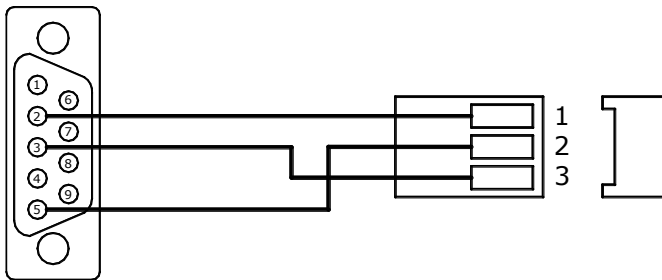
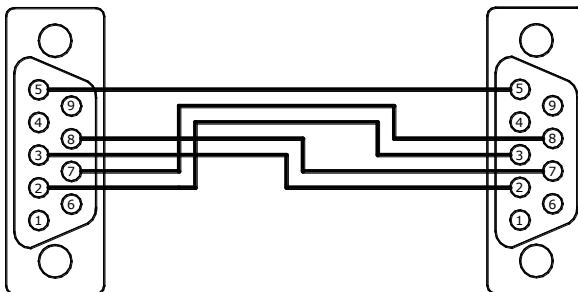

Рис. 7.7
Рис. 7.8
7.6.7 В случае, когда теплосчетчик поставляется с установленным переходным кабелем (см. карту заказа, ПРИЛОЖЕНИЕ А), для считывания данных по интерфейсу RS-232C в ПК необходимо подключить к переходному кабелю, изображенному на рис. 7.7, нуль-модемный кабель (см. рис. 7.8).
7.6.8 Для считывания данных по интерфейсу RS-232C в адаптер переноса данных необходимо подключить адаптер к переходному кабелю (см. рис. 7.7).